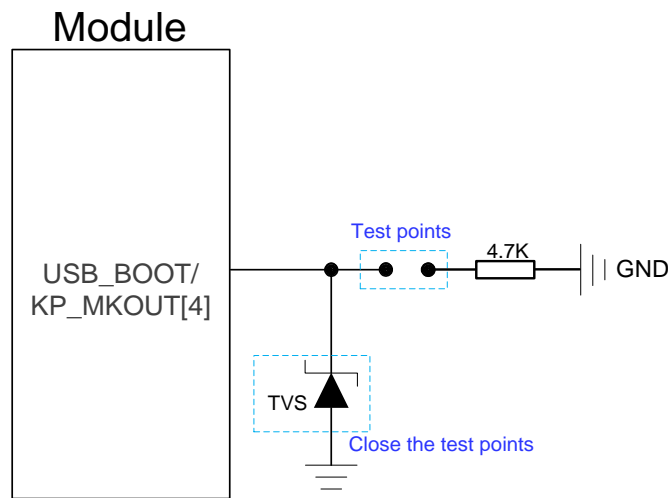

图 15: USB_BOOT 参考设计电路图
2. 使用 MCU 控制模块进入强制下载模式时需按照如上时序图进行控制，手动强制下载方式按照图 15 所示短接测试点即可。